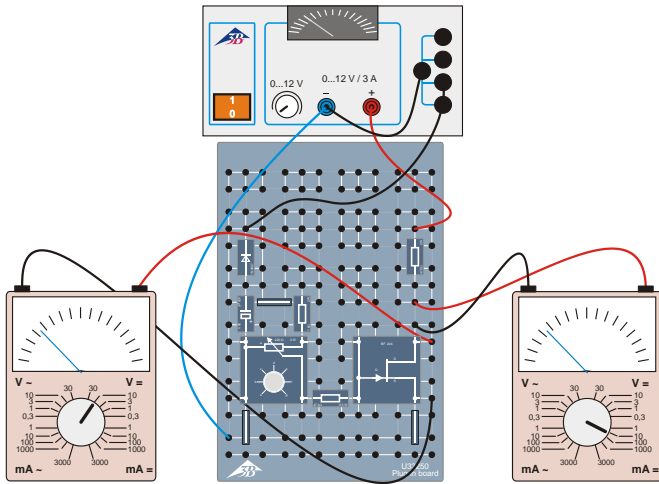

Fig. 4: Voltmetro tra Drain e Source.
- Collegare ora il voltmetro tra Drain e Source, polo positivo su Drain (Fig. 4).